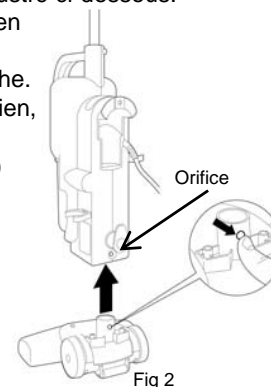

Fig 2
- When inserted correctly, the pin will show in the pin hole. (Fig. 2)
- Si vous l'insérez bien, la tige ressortira de l'orifice. (Fig. 2)